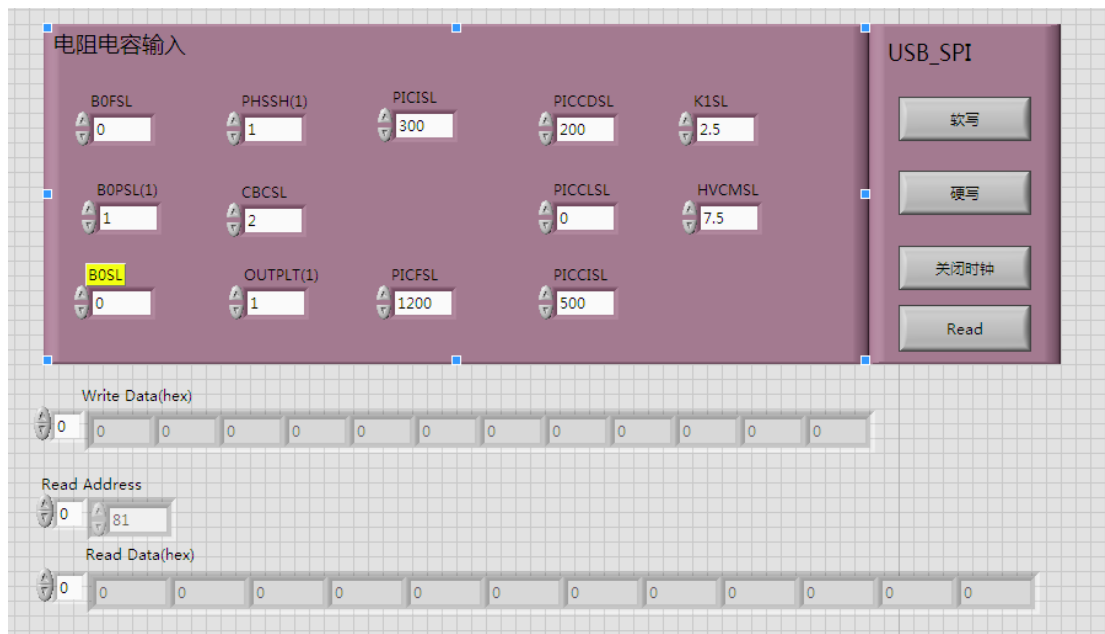

图 4 Labview 烧写软件界面
该芯片推荐使用 Labview 软件进行参数匹配，图 4 是我司推荐的界面。
- (1) 芯片上电，电流 5mA 左右，将引脚 PRGM 拉高至 5V，进入写模式，运行 labview 程序，点击图 4 界面中的【软写】、【关闭时钟】即可将界面中的数据软写至芯片。
- (2) 测试软写后输出，根据要求的指标，对照第表 2 中的寄存器说明，调节相应的参数。
- (3) 配置参数计算好之后，填入 labview 烧写界面，重新运行程序，再次进行软写操作。
- (4) 重复 (2) (3) 步骤，直到调配到想要的参数。
- (1) 芯片上电，PRGM 拉高到 5V，VPP 接入 7.7V 电压。
- (2) 运行 labview 程序，点击图 4 界面中的【硬写】，即可完成硬写操作。
- (3) 点击硬写后可点击【读取】，检测是否写入正确的值。也可不进行读取。
- (4) PRGM 拉低到地，断开 VPP 接的 7.7V 电压，重新上电后测试芯片输出，硬写过程完成。